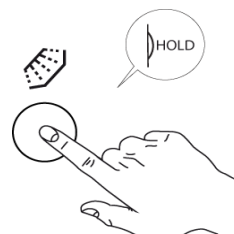

Fig.32
- 2- Appuyer le bouton "G" rinçage manuel à froid pour tout le temps que voulez pour refroidir la vaisselle. (Fig.32)